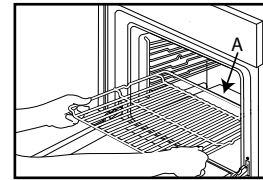

Fig. 1
1. Introduceți orizontal grătarul metalic, cu partea ridicată „A” orientată în sus (Fig. 1).